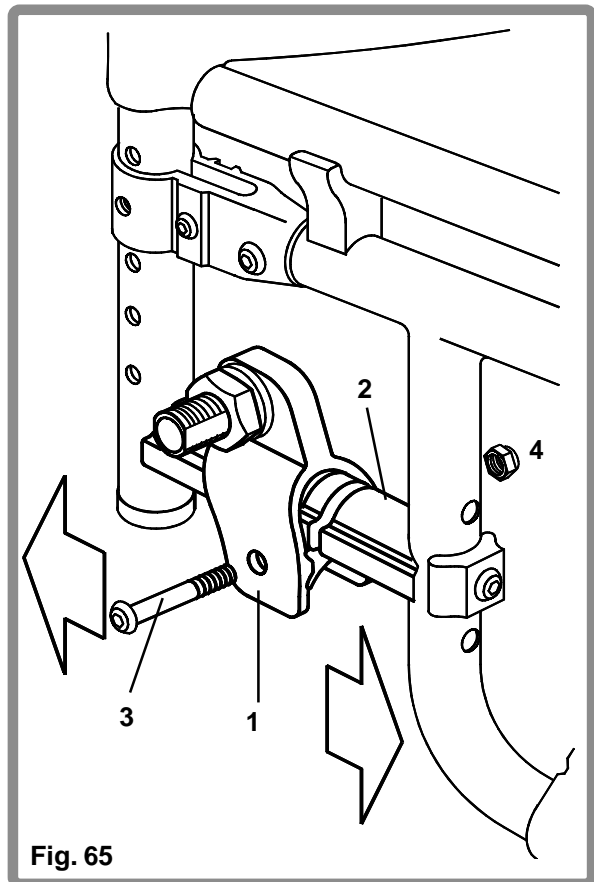

Fig. 65
Het zwaartepunt wordt bijgesteld door de QA asblok (1) naar achteren of naar voren te verplaatsen, (Fig. 65).